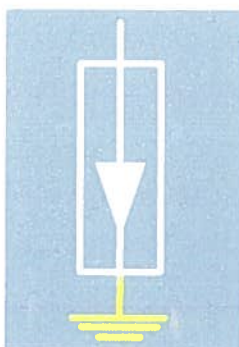

Fig. 7.117
2. Dacă elementul la care este racordat descărcătorul cu rezistență variabilă este **„deconectat”** și nu este prezentă starea de **„legat la pământ”**, DRV-ul va fi reprezentat cu alb indiferent de nivelul de tensiune, Fig. 7.117